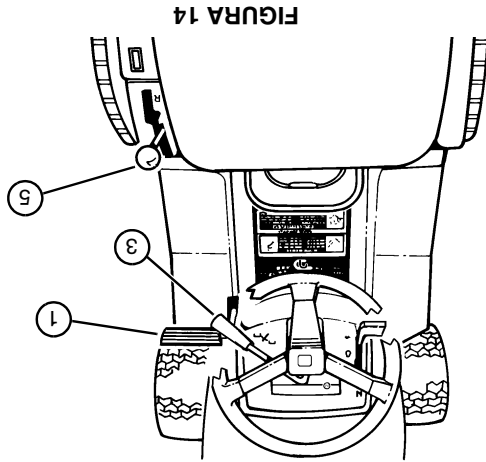

FIGURA 14
• Per procedere in avanti: Spingere il pedale frizione/freno (1) fino in fondo per la posizione di freno (vedere FIGURA 14).
• Prima marcia (1) - velocità minima/massima potenza.
• Dalla seconda marcia (2) fino alla quarta (4) -
(5) a destra ed in avanti (vedere FIGURA 14). La